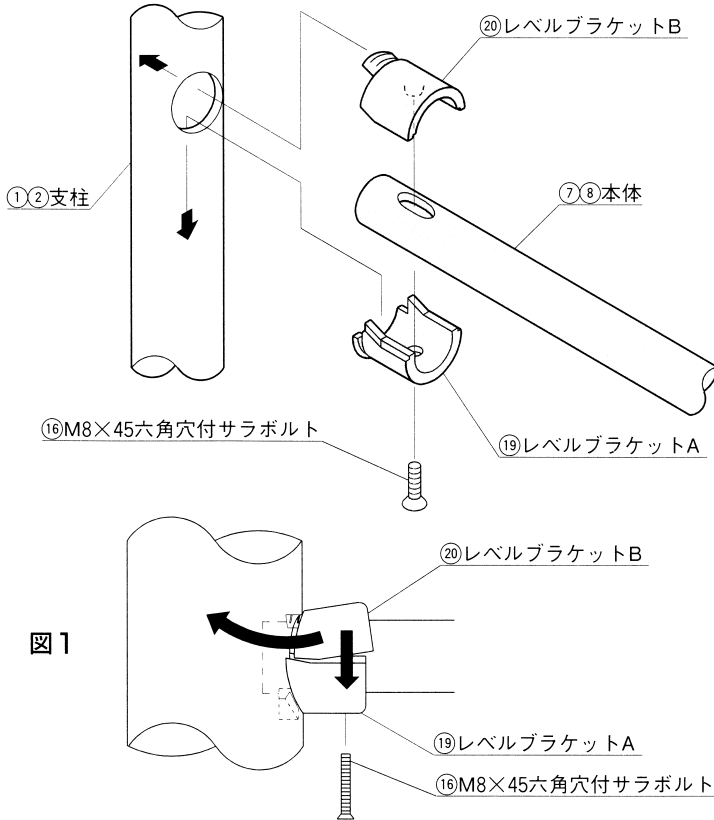

図1
- ① 本体取付孔が通りを向くように柱を立てて下さい。
- ② レベル・通りを出し、コンクリートを十分に硬化させて下さい。
- ③ レベルブラケットAを柱の本体取付孔に引っかけて下さい。
- ④ レベルブラケットAに本体をのせて下さい。このとき、柱の中に本体が必ずのみ込まれるようにして下さい。
- ⑤ レベルブラケットBを図1のように取付け、M8×45六角穴付サラボルトで固定して下さい。